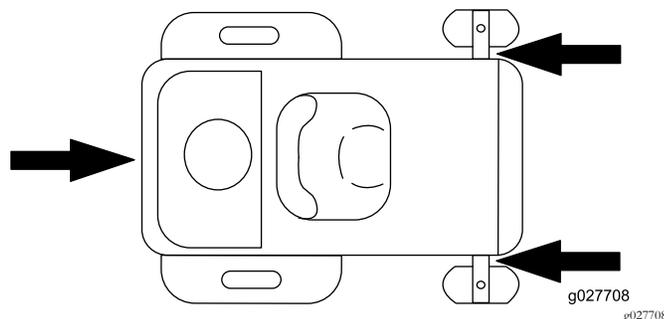

Figura 34
5. Ancorate la macchina vicino alle ruote orientabili anteriori e al paraurti posteriore (Figura 34).